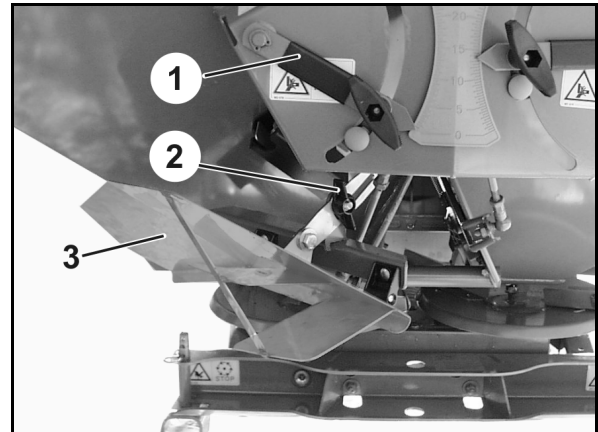
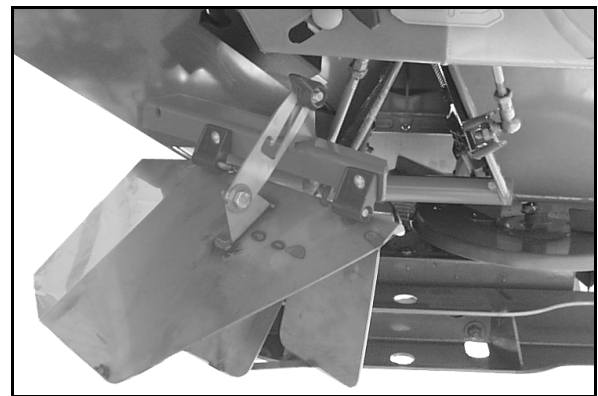

Bild 82
Bild 83
- Stäng det vänstra spjället (Bild 82/1).
2. Lossa vingmuttrarna (Bild 82/2).
3. Fäll ner gränsspridningsskärmen (Bild 82/3) från viloläget till driftläget (Bild 83).
4. Dra åt vingmuttern (Bild 82/2).